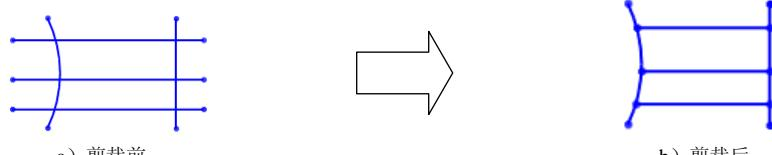

图 4.7.19 “在外剪除”方式
- 使用 在外剪除(O) 方式可剪裁位于两个所选边界之外的开环实体，如图 4.7.19 所示。